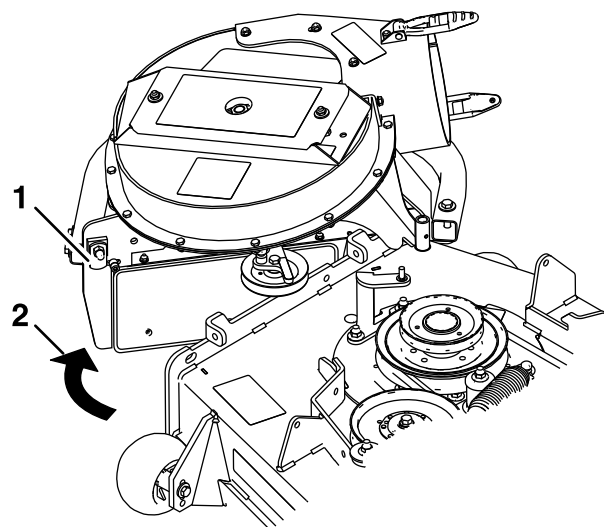

Figura 25
9. Desenganche el extremo delantero del soplador, gire hacia atrás el soplador y levántelo para separarlo de la carcasa (Figura 25).